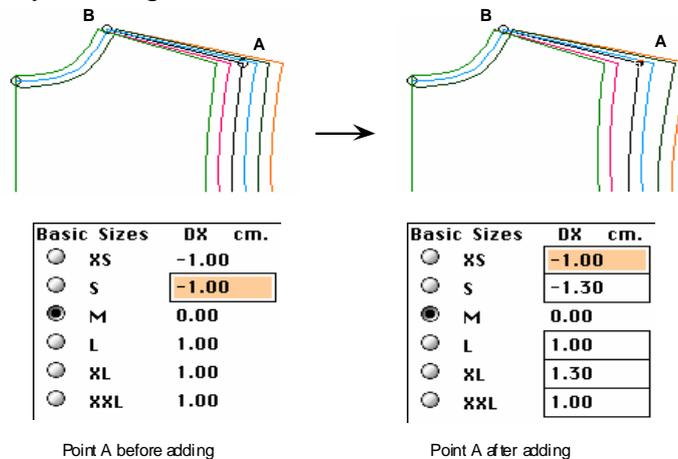

Figura 5-15.
3. Haga clic en el punto B. Ahora, el escalado del punto A ha cambiado. Puede ver en la Figura 5-15 los patrones y sus reglas de escalado.